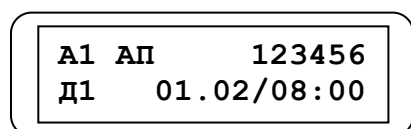

Рис. 4.1
Для корректной работы счетчика необходимо настроить определенные параметры. В данном параграфе описывается работа с меню настроек счетчика. Для входа в меню настроек счетчика нажмите кнопку «ВПРАВО», когда дисплей счетчика находится в режиме А1 (Рис.4.1).
**ВНИМАНИЕ!!!** Если пароль был изменен и не известен, то войти в меню настроек можно еще одним способом. Снимите крышку отсека колодок счетчика. При нахождении дисплея в режиме А1 (Рис. 4.1) нажмите и удерживайте не менее трех секунд кнопку входа в меню настроек (см. Приложение №1). В результате дисплей перейдет в режим отображения меню настроек счетчика.